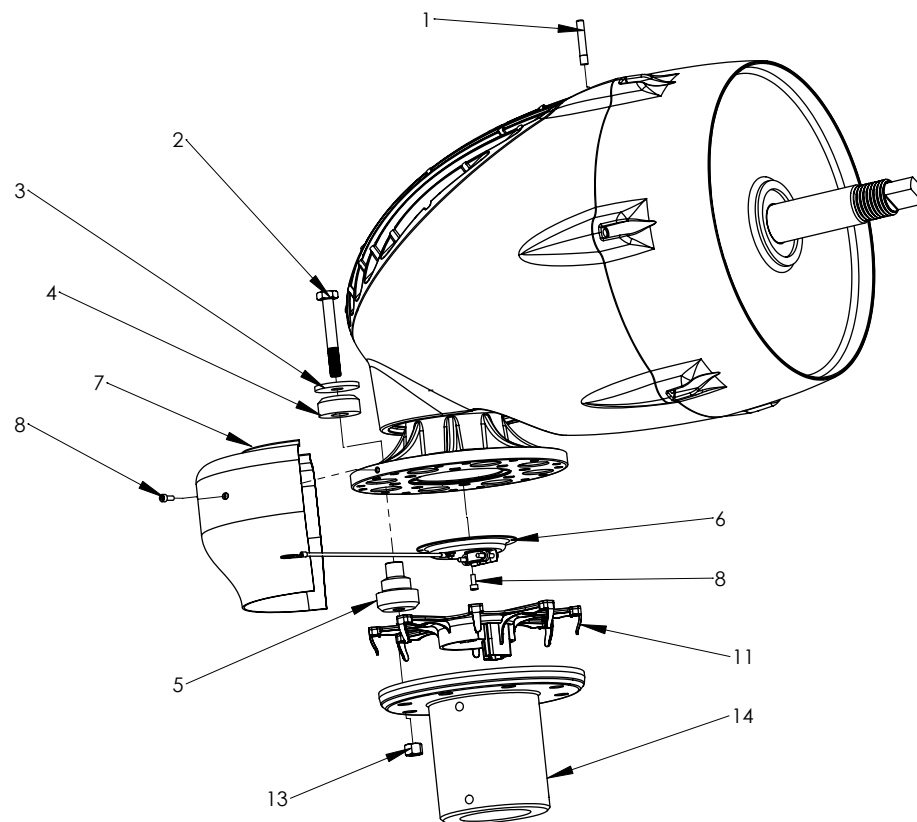

Figura 6
- Inserire l'isolatore di vibrazione e le rondelle di sicurezza nell'isolatore di vibrazione da sopra così come indicato **nella figura 6**.